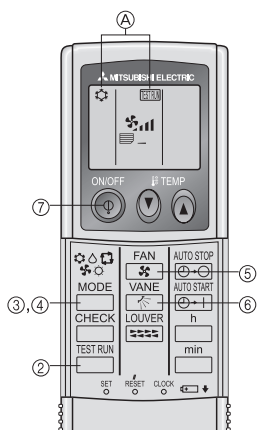

Fig. 6-2
6.2.2. Al usar el controlador remoto inalámbrico (Fig. 6-2)